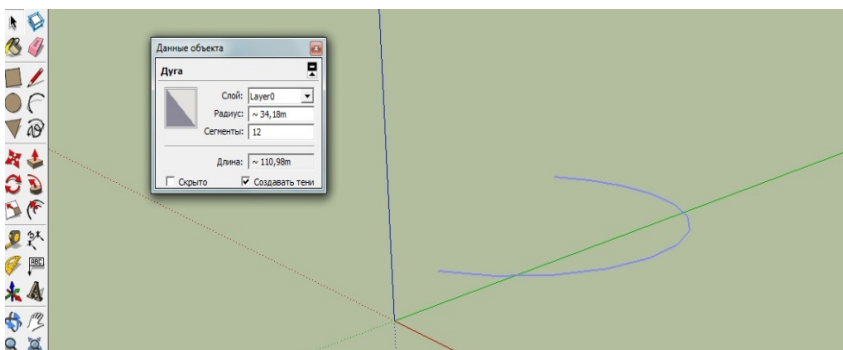

Рисунок 7.7
- «Радіус» - дозволяє змінити радіус дуги (рис. 7.7);